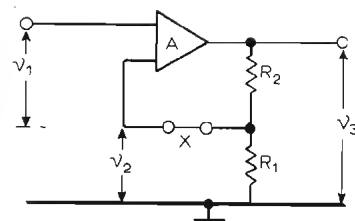
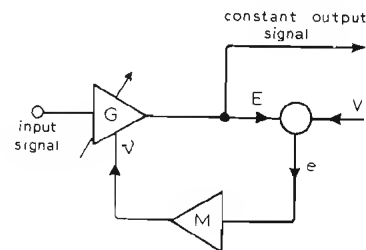

Figura 1 - Struttura di principio di un amplificatore a reazione negativa.
Figura 2 - Esempio di circuito di reazione negativa normalmente adottato nei sistemi di controllo automatico del guadagno.
In Figura 1 è riprodotto lo schema semplificato di un amplificatore a reazione negativa: di esso fa parte un amplificatore differenziale, funzionante con un guadagno specifico A, la cui tensione di uscita V_3 corrisponde al prodotto
La Figura 2 mostra le caratteristiche del circuito di reazione che viene di solito usato nei sistemi di controllo automatico del guadagno e che differisce da quello di Figura 1: in questo secondo caso, il segnale di ingresso passa attraverso un amplificatore a guadagno variabile G e, solitamente dopo la rettificazione, questo segnale viene confrontato con la tensione di riferimento V.
Nel caso dei sistemi di controllo automatico del guadagno, ciò permette di determinare la precisione della funzione di controllo, come si può rilevare attraverso le due formule che seguono. Rispetto allo schema di Figura 2, abbiamo che
Come è chiaramente mostrato in Figura 1, i movimenti della membrana (M), normalmente definita col termine di cono e dovuti ai segnali elettrici forniti dall'amplificatore, mettono in agitazione la massa dell'aria che riempie l'ambiente in cui l'altoparlante funziona. Con questo sistema si ottiene la propagazione di variazioni di pressione, alle quali l'orecchio risulta sensibile.
Figura 2 - Rappresentazione schematica del principio di funzionamento dello strumento: all'uscita del generatore di segnali ad onde quadre viene applicato un partitore costituito dalla resistenza R e dall'impedenza Z , ai capi della quale viene misurata la tensione che viene poi trasformata nel valore di impedenza.
Per misurare con buona precisione l'impedenza di una bobina mobile, è possibile ricorrere a reversi sistemi: quello al quale ci riferiamo è illustrato dallo schema semplificato di Figura 2. Un generatore di segnali a corrente alternata, che funziona su una frequenza prossima a 1.000 Hz, è collegato ad un circuito in serie, comprendente una resistenza R di valore noto e l'altoparlante sottoposto alla prova, avente un'impedenza che indicheremo con la lettera Z . Il generatore impiegato deve essere in grado di fornire segnali di forma d'onda rettangolare, la cui ampiezza verrà rappresentata con il simbolo e_1 .
Figura 1 - Struttura schematica di un altoparlante di tipo magnetodinamico. E1 ed E2 sono i terminali della bobina mobile, A il magnete permanente, B la bobina, M il cono ed S il bordo del cestello metallico.
Quest'ultimo consiste nei transistori T_3 (NPN del tipo 2N914) e T_4 (NPN del tipo 2N1711). Questi due componenti sono associati tra loro secondo un circuito del tipo Darlington e funzionano con collettore comune, poiché la resistenza R_5 , del valore di 820 Ω , agisce da carico di emettitore per lo stadio T_4 . La resistenza presentata da R nello schema di Figura 2 assume in questo caso la sigla di identificazione R_6 , che presenta il valore di 10 Ω e deve essere in grado di dissipare una potenza nominale di 1 W.